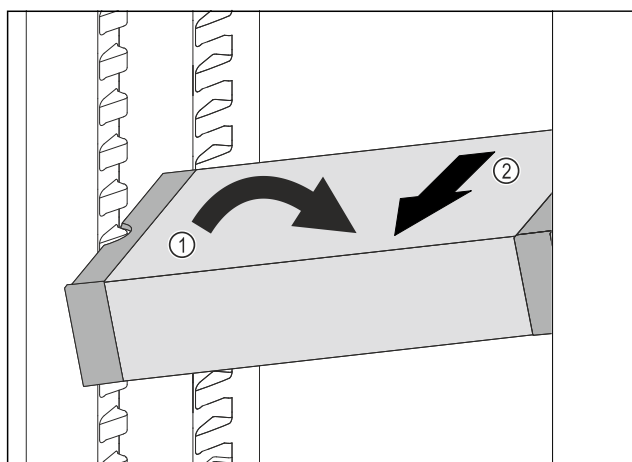

Fig. 223
- Ukosite ladicu VarioSafe u hladnjaku. Fig. 223 (1)
- Izvadite ladicu VarioSafe prema naprijed. Fig. 223 (2)